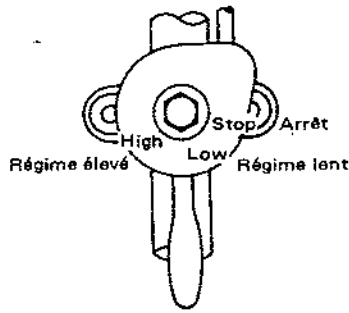

Fig. 4-1
- (1) Libérer l'embrayage principal.
- (2) Insérer la poignée de mise en marche dans l'arbre.
- (3) Tirer le levier de décompression et tourner 4 ou 5 fois la poignée dans le sens des aiguilles d'une montre pour que l'huile arrive bien aux pièces métalliques.
- (4) Placer le levier de papillon entre les positions LOW et HIGH (Voir Fig. 4-1)
- (5) Tirer le levier de décompression et tourner la poignée. S'assurer que l'on entend l'injection du carburant (son sifflant). Si aucun son n'est audible, effectuer la purge d'air.
- (6) Après s'être assuré de l'injection de carburant, tourner vigoureusement la poignée; relâcher alors le levier de décompression et faire tourner la poignée de 2 ou 3 tours supplémentaires.